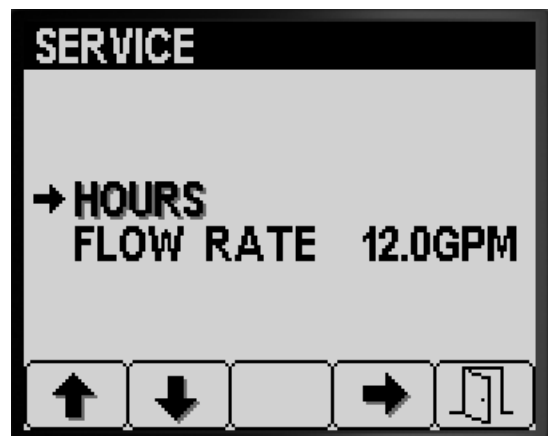

図 80
2. ボタン 4 で Hours 画面に入る 図 80。
1. 整備画面からボタン 1 または 2 を何度か押して HOURSを選択する 図 80。